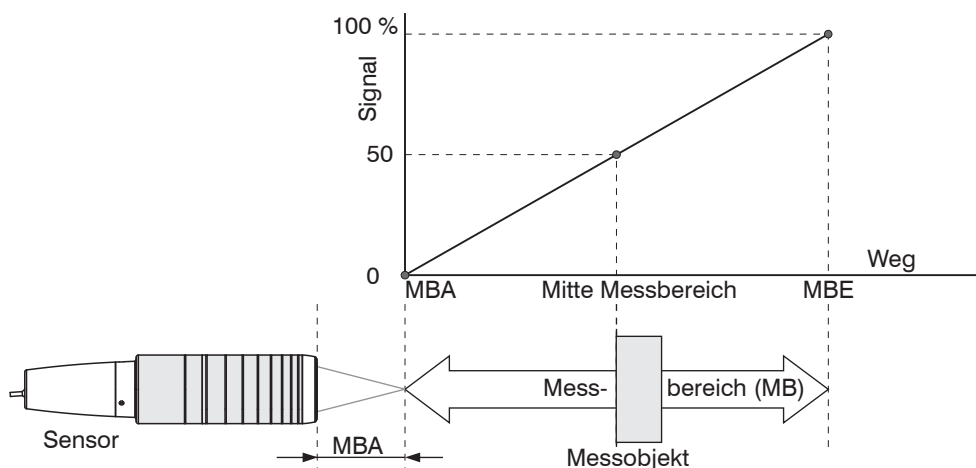

Abb. 6.2: Definition Messbereich und Ausgangssignal
- Positionieren Sie das Messobjekt in die Mitte des Messbereichs, siehe Abb. 6.2. Verändern Sie kontinuierlich die Messrate, bis Sie eine hohe Signalintensität erhalten, die aber nicht übersättigt ist.